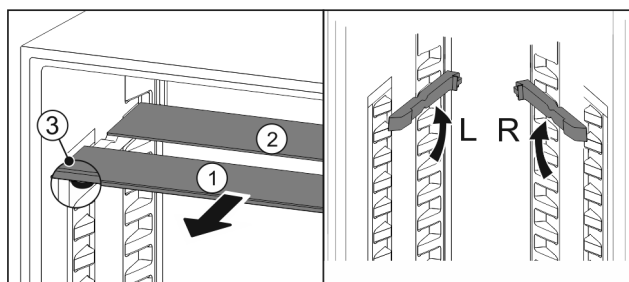

Fig. 100
- ▶ Húzza ki Fig. 100 (1) előre az üveglapokat egyesével.
- ▶ Az üveglap Fig. 100 (1) a díszléccel előre néz.
- ▶ Az ütközők Fig. 100 (3) lefelé mutatnak.